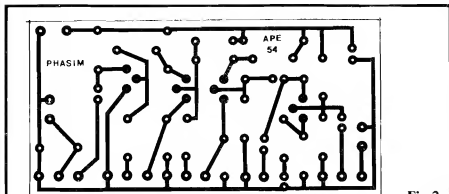

Fig. 2
- **FIG. 2 - LAY OUT DO CIRCUITO IMPRESSO ESPECÍFICO** - O circuito, em si, é simples, com quantidade não muito elevada de componentes, e assim o arranjo de ilhas e pistas cobreadas (visto em tamanho natural, na figura...) não é complicado, nem muito "congestionado". Na escala 1:1 em que está, o padrão pode ser até diretamente "carbonado" sobre a face cobreada de uma placa de fenolite virgem, nas convenientes dimensões, facilitando o gabarito de traçagem, para posterior preenchimentos das áreas com tinta ou decalques ácido-resistentes, corrosão, limpeza e furação, conforme é costume... Observem que a necessidade de vários controles, na forma de potenciômetros (inclusive um duplo...), além de (detalhes nas